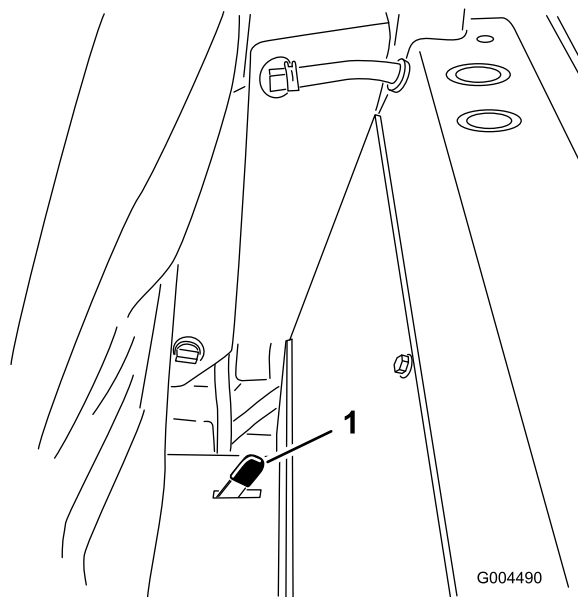

図 34
2. 運転席の後ろ側と両側とに配置されている座席固定ラッチの一つを後ろに倒すと、運転席全体を前に倒せるようになる(図 34)。